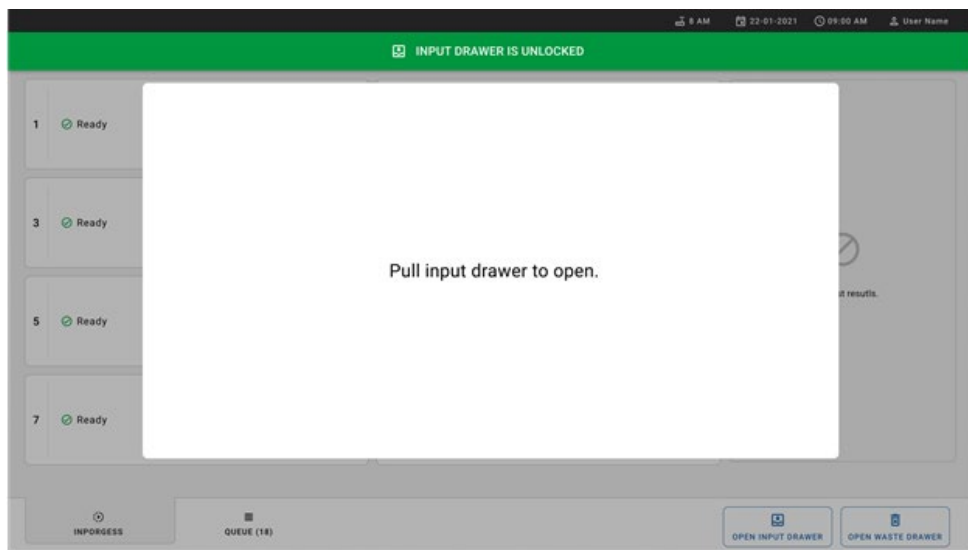

Figure 22. Boîte de dialogue du tiroir d'entrée ouvert.
6. Lorsque vous y êtes invité, tirez le tiroir d'entrée pour l'ouvrir (figure 22).